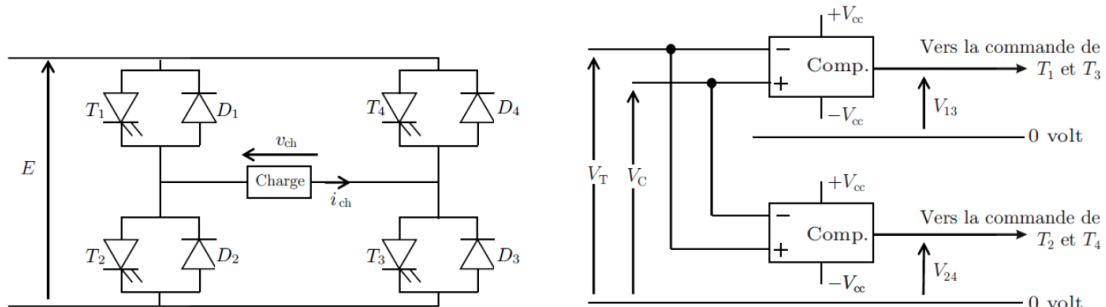
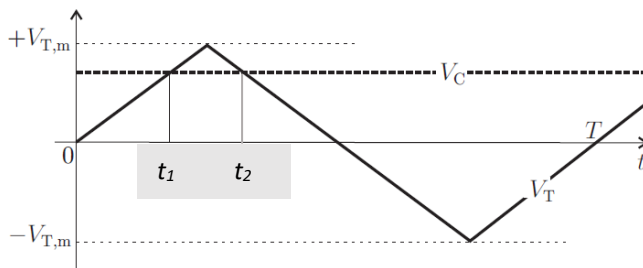

FIG. 4 – Schéma de l'onduleur (à gauche) et de son circuit de commande (à droite)
FIG. 5 – Chronogrammes des tensions V_T et V_C .
Le moteur est alimenté par un onduleur à commande MLI (Modulation de Largeur d'Impulsion). Nous simplifierons l'étude de l'onduleur par le schéma monophasé de la partie gauche de la figure 4.
Les deux comparateurs à base d'ALI supposés idéaux sont alimentés entre $+V_{cc}$ et $-V_{cc}$. La tension de sortie de ces deux comparateurs commute entre $+V_{cc}$ et $-V_{cc}$. Lorsque la tension de sortie d'un comparateur est au niveau $+V_{cc}$, les interrupteurs associés sont commandés à la fermeture ; quand cette tension est au niveau $-V_{cc}$, les interrupteurs associés sont commandés à l'ouverture. Les tensions V_T et V_C sont définies sur la partie droite de la figure 4 représentant le circuit de commande de l'onduleur. Leurs chronogrammes sont représentés sur la figure 5.
- 23 – Reproduire la figure 5 et représenter en dessous, en faisant correspondre les temps, les graphes de V_{13} et V_{24} . Calculer les dates t_1 et t_2 , ainsi que l'intervalle $t_2 - t_1$ en fonction de T , V_C et $V_{T,m}$.